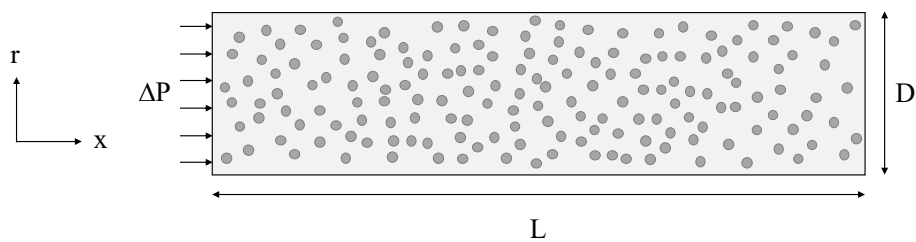

Figure 2. Géométrie de l'écoulement des suspensions.
c) On injecte ces suspensions à l'aide d'une seringue, correspondant à un écoulement de Poiseuille avec vitesse du fluide nulle à la paroi dans une conduite cylindrique de longueur L et diamètre D comme montré à la Figure 2. Dessinez sur la figure l'allure du profil de la vitesse $u_x(r)$ au sein de la suspension pour les cas Newtonien, rhéofluidifiant, et rhéoépaississant (on néglige l'effet des forces électrostatiques et on considère que la distribution des particules reste homogène).